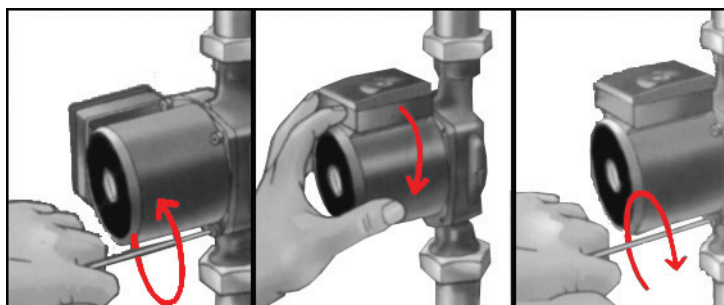

рис. 4
- для удобства доступа к клеммной коробке, её положение можно изменить вместе с корпусом двигателя. Для этого: отвернуть 4-е винта крепления корпуса двигателя к корпусу насоса, повернуть в нужное положение корпус двигателя с клеммной коробкой и снова затянуть винты, как показано на рис.4;